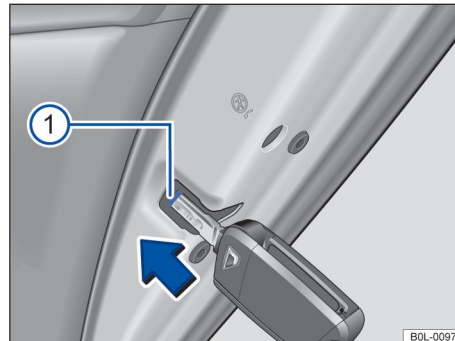

Рисунок 44. На торце правой задней двери: аварийное запирание автомобиля ключом от автомобиля
- Вставьте головку ключа в паз → Рисунок 44 ① и нажимайте внутрь в направлении стрелки до тех пор, пока фиксирующее устройство в пазу не защелкнется.